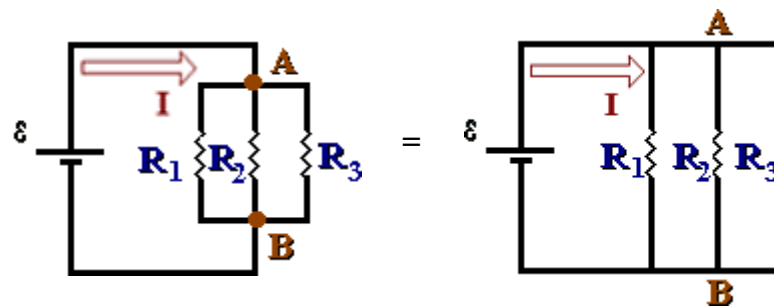

Figura 5. Resistencias en paralelo.
b) Resistencias en paralelo: Las resistencias se pueden conectar de tal manera que salgan de un solo punto y lleguen a otro punto, conocidos como nodos. Este tipo de circuito se llama paralelo. Cada uno de las tres resistencias de la Figura 5 es otro paso por el cual la corriente viaja de los puntos A al B.